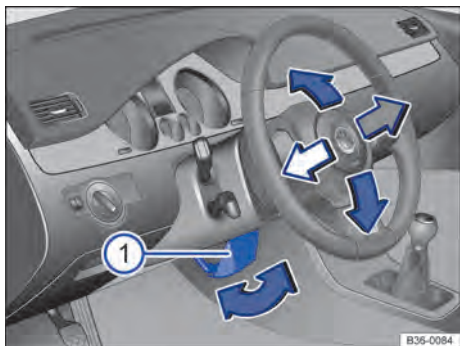

Fig. 55 Ajustar a posição do volante mecanicamente.
- Girar a alavanca ⇒ Fig. 55 ① para baixo.